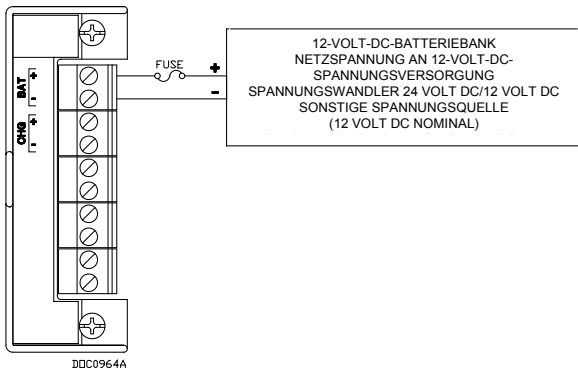

Abbildung 5. 12-V-Gleichspannungsversorgung und BAT+/BAT-Verkabelung
- von der 12-Volt-Gleichspannungsquelle in die Klemme unter der entsprechenden BAT+/BAT-Klemmschraube (siehe *Abbildung 5*) ODER
- von der 24-Volt-Gleichspannungsquelle in die Klemme unter der entsprechenden Klemmschraube (+/-). Die Plusklemme ist ebenfalls mit einer Sicherung zu versehen (siehe *Abbildung 5*) ODER
- von der 11- bis 30-Volt-Gleichspannungsquelle in die Klemme unter den entsprechenden Klemmschrauben +/- (siehe *Abbildung 5*).